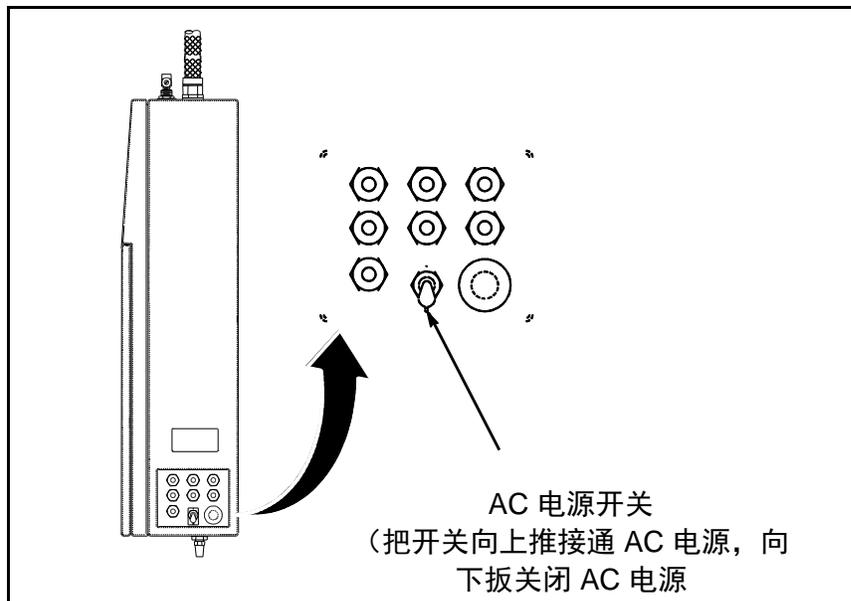

图 6-4. AC 电源开关
2. 将 AC 电源开关置于关闭（O）位置。参见图 6-4 查看 AC 电源开关的位置。